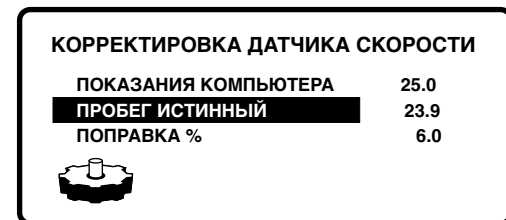

Рис. 4.5
- [**<>**] - *подтвердите свой выбор*, на экране появится подменю установок. Например, рис. 4.5.
- [**<>**] - *входим в установку первого разряда*. Например рис. 4.5.